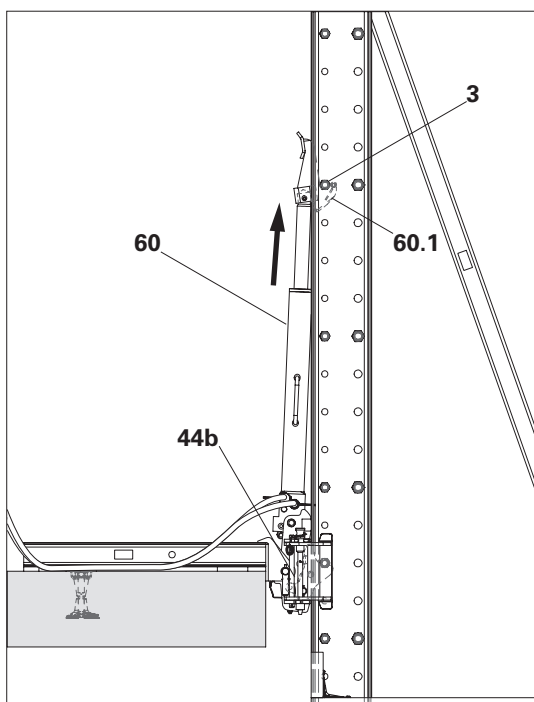

Fig. D4.03
3. Il carico viene ora sostenuto dal pistone con nottolino (**60.1**). (Fig. D4.03)